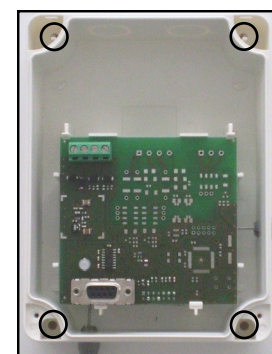
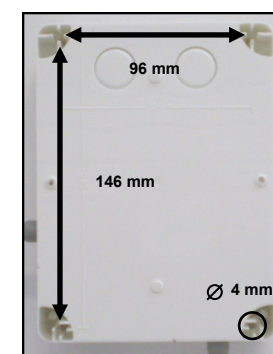

Figura 5 - Fori per le viti di fissaggio a parete
Figura 6 - Distanze tra i fori per le viti di fissaggio a parete e relativo diametro
- Trapanare il necessario numero di fori nella parete (vedi figura 5 per avere una indicazione dei punti di ingresso per le viti di fissaggio della scatola e figura 6 per avere una indicazione delle distanze tra questi stessi punti ed il loro diametro).